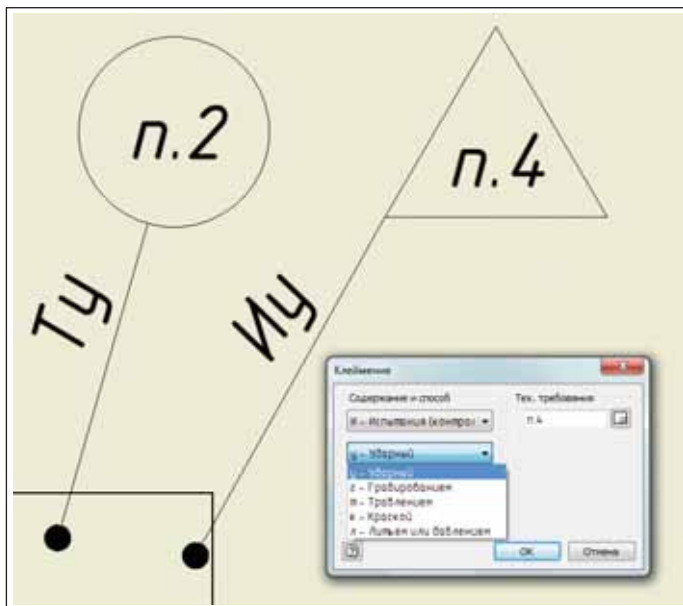

Рис. 12. Маркирование и клеймение
- ми и выбирать стандартные параметры из выпадающих списков (рис. 12).